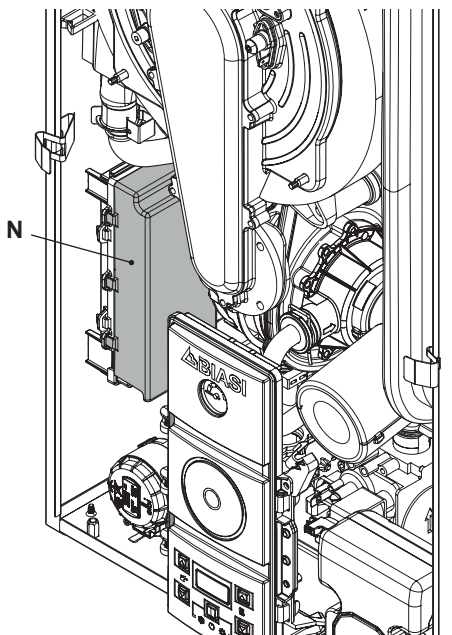

Figura 5.17
- Individuare il coperchio copri morsetteria **N** (Figura 5.17) ed aprirlo.